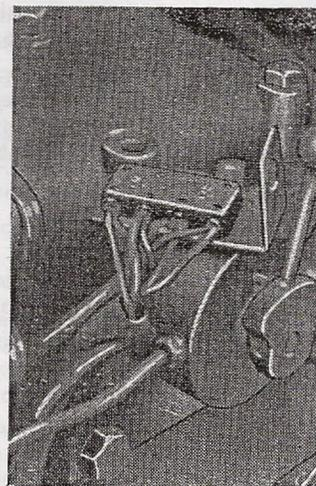

Fig. 92
2. Déconnecter les fils allant aux feux arrière de la boîte à connexions (fig. 92), située entre inverseur des freins hydrauliques et la couvercle de l'hydraulique et replier l'attache sous le plancher.